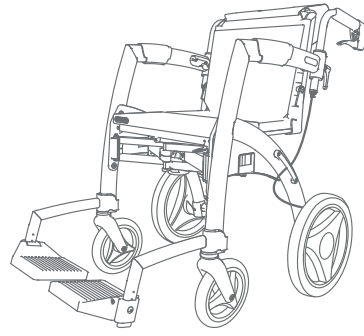

Figura 40: Solla de ruedas para usar
f. La silla de ruedas ya está lista para su uso (**Figura 40**).
- Convierta el Rollz Motion en una silla de ruedas (**Figura 40**) y asegúrese de que los reposapiés se han retirado de la bolsa de la silla de ruedas.